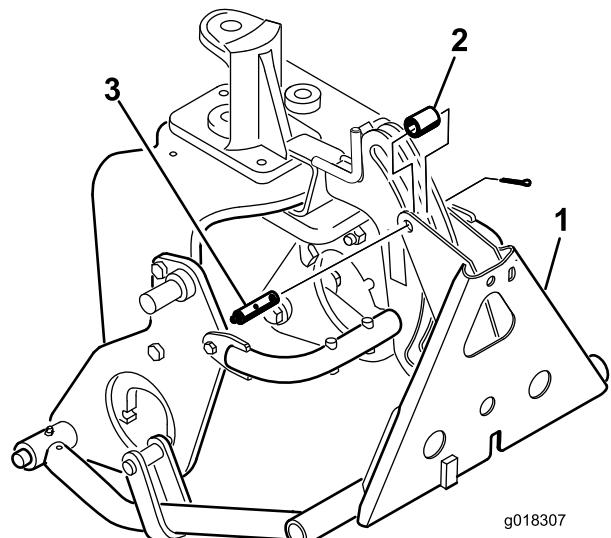

Figura 12
3. Conecte el extremo superior del cilindro hidráulico al espárrago de la chapa lateral derecha con un anillo de retención (Figura 12). Los orificios hidráulicos del cilindro deben estar orientados hacia adelante.
4. Monte el émbolo del cilindro a las abrazaderas del brazo de empuje con un pasador y 2 anillos de retención (Figura 12).